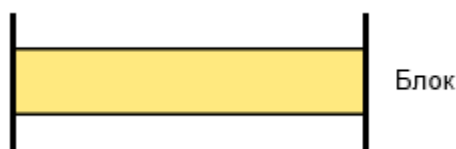

Рисунок 13.41 – Заявка на блок, отсутствуют заявки на составляющие
- 1) Подана заявка на блок, отсутствуют заявки на составляющие блока, сроки ремонта которых пересекаются со сроком ремонта блока (Рисунок 13.41), при этом: